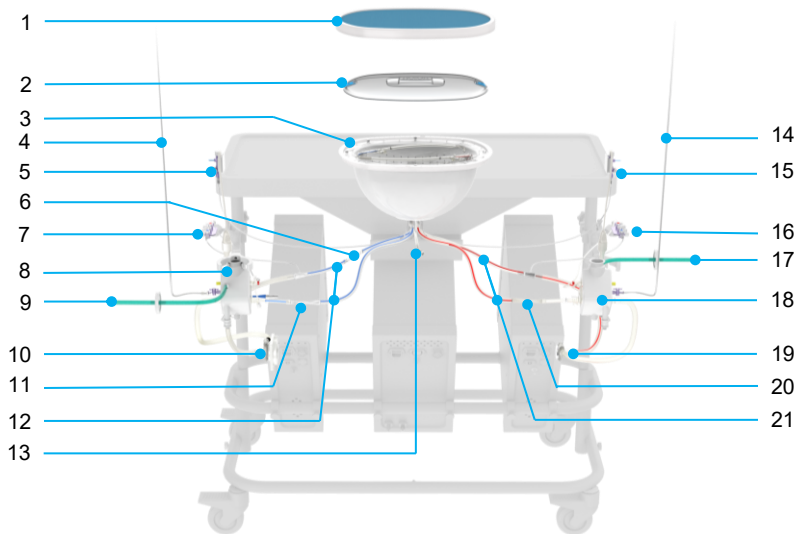

Figura 9 Set de perfuzie Liver Assist
În partea superioară a căruciorului este montat un blat, pentru a crea o suprafață de lucru. Pe blat se află suportul pentru rezervorul hepatic; o cavitate în care este plasat rezervorul hepatic al setului de perfuzie de unică folosință (a se vedea secțiunea Figura 9, articolul 3). Proprietățile termoizolante ale blatului mențin temperatura de perfuzie în rezervorul hepatic. Capacul termic situat sub blatul mesei protejează tubulatura de aerul cald evacuat de unitatea termică. Pe ambele părți ale mesei este montat un suport pentru senzorii de presiune, în care sunt plasați senzorii de presiune de unică folosință la aceeași înălțime ca ficatul; aceste suporturi pentru senzorii de presiune sunt dotate cu o consolă pentru a evita re poziționarea accidentală a supapei senzorului de presiune. Pe fiecare parte a căruciorului, este situat un suport al oxigenatorului, pentru plasarea celor două oxigenatoare ale setului de perfuzie. În plus, suporturile sunt echipate cu o clemă pentru a găzdui colectorul de eșantionare.
Seturile de perfuzie sunt de unică folosință și găzduiesc atât ficatul, cât și soluția de perfuzie în timpul fiecărei perfuzii. A se consulta Figura 9. Componentele sunt sterile și ambalate într-o tavă de polietilenă sigilată cu o foaie Tyvek.
- Conectați senzorii de debit la tubulatura de silicon (Figura 9, articolul 11 și 20), situată în apropierea părții arteriale a oxigenatoarelor din circuitul PV și HA.